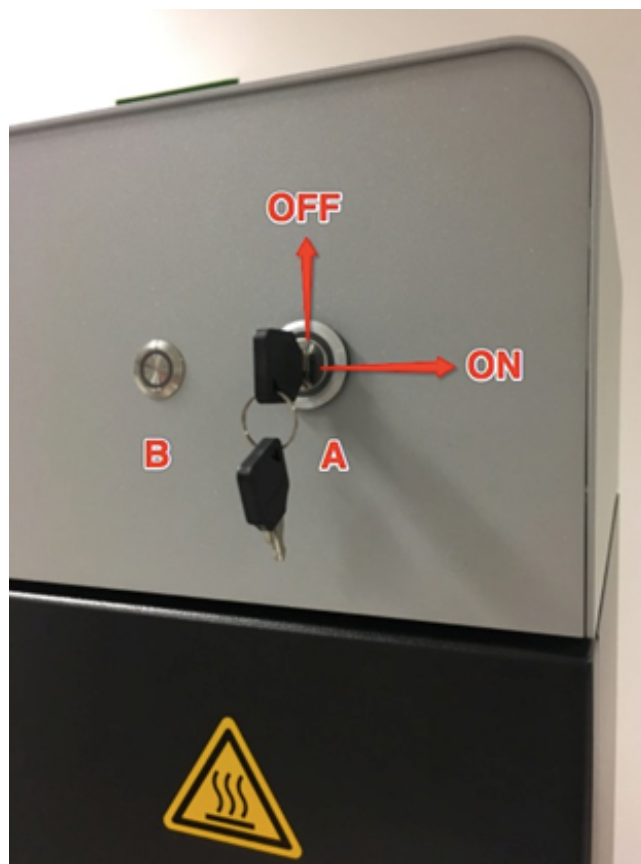

Abb. 5. Laser-Sicherheit-Schlüssel & Notausschalter ON/OFF Taste, [Quelle: Eigene Darstellung]
- Das Gerät wird mit der ON/OFF-Taste (s. Abb. 5) eingeschaltet (weiße Lampe leuchtet auf).
Nach dem Druckprozess wird der Laser Schlüsselschalter in die Position „OFF“ gedreht und mit der „ON/OFF“ Taste (s. Abb. 5) der Drucker ausgeschaltet. Der Drucker wechselt danach in den Standby-Zustand. Wenn der Drucker vollständig abgekühlt ist, sollte der Hauptschalter auch in die Aus-Position (s. Abb. 6) geschaltet werden.